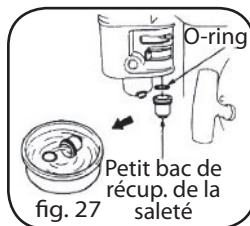

fig. 27
3. LAVAGE DU PETIT BAC DE RÉCUPÉRATION DE LA SALETÉ (Fig. 27)